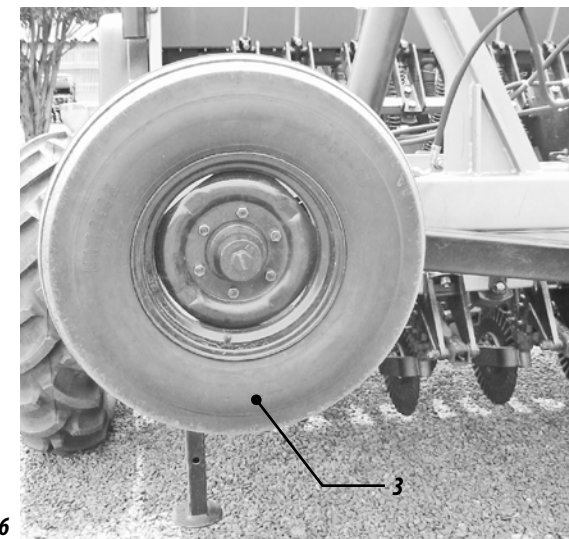

Figura 36
03 - Accione los juegos de ruedas del transporte (3) para bajar la sembradora, (llave n° 1 en el panel). FIGURA 36